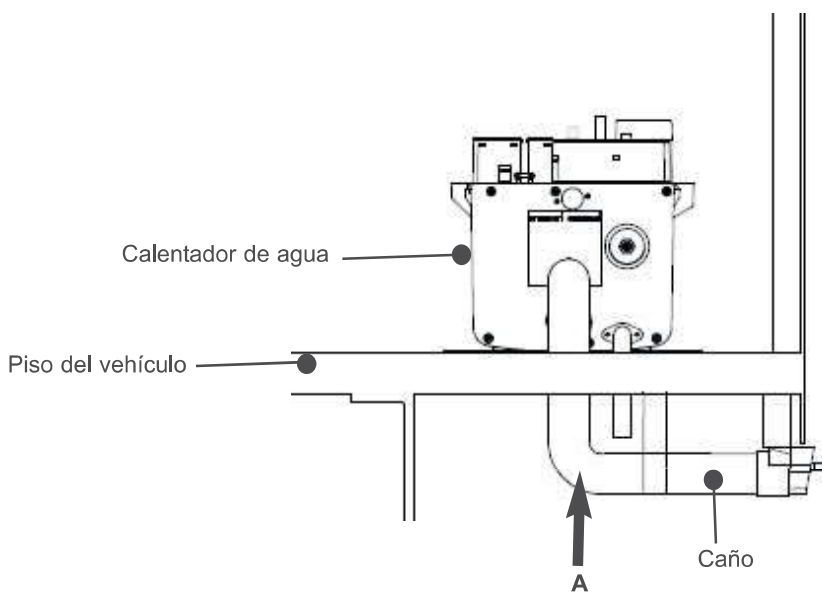

Fig. 25 Dirección del caño
- iv. Insertar entrada del caño en la parte posterior del caño de salida (fijado al piso del vehículo). **Insertar caño hasta el fondo.** Favor, ver Fig. 25. El caño **debe poder** verse en el caño de salida.
**Tenga en cuenta:** El ducto del caño desde el calentador de agua a la salida del caño **solo puede** tener un tramo de subida. Como se muestra en el punto A de la Fig. 25. Esto permite que la condensación salga del calentador de agua.